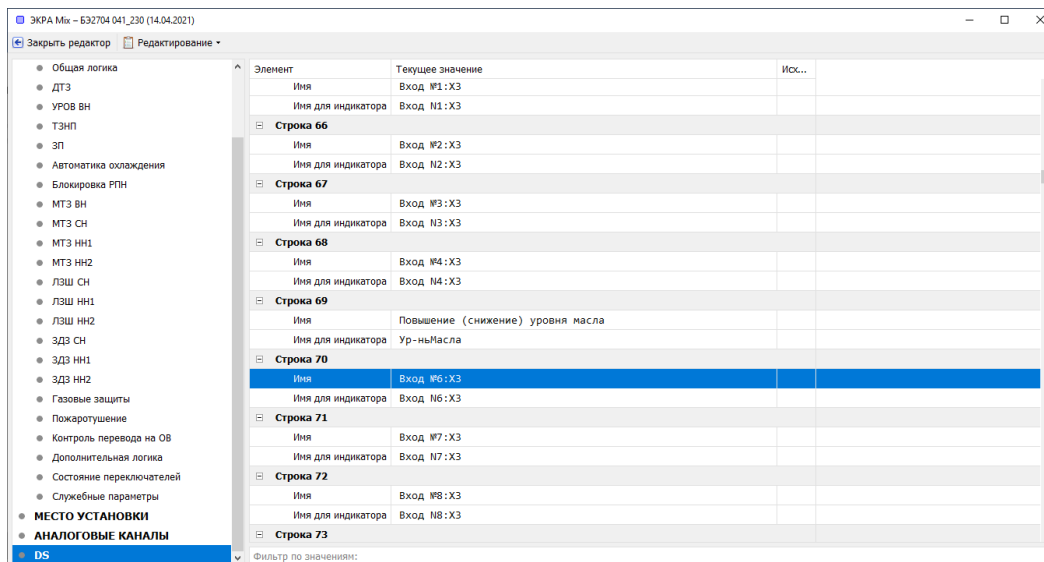

Рис. 40. ЭКРА Mix, DS
10) Найти этот же дискретный сигнал в Mix. В разделе «DS» (рис. 40).